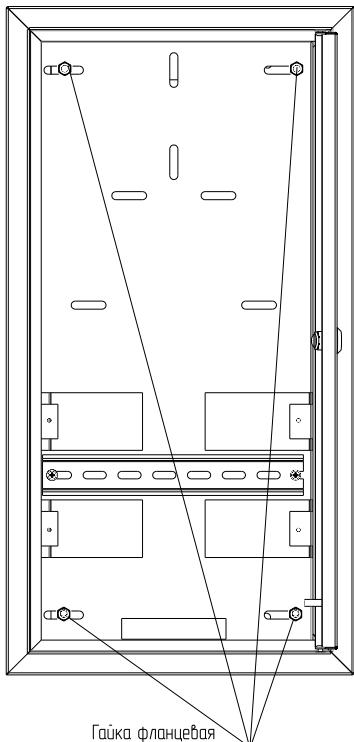

Рисунок 6
5.4 Открутите четыре гайки M6 с фланцем и снимите их со шпилек (рисунок 6). Гайки с фланцем сохраните.